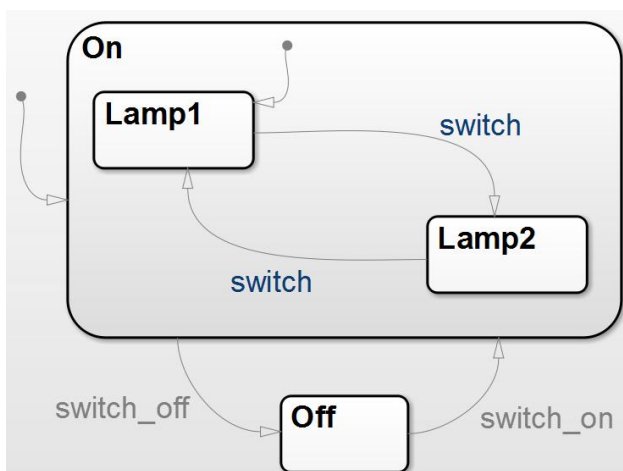

Abbildung 45: Default Transition ohne Label
Ist eine Hierarchieebene als Exclusive (OR) definiert, stellt sich für Stateflow die Frage, *welcher* der beinhalteten States **als erstes aktiv** ist. Dieser Sachverhalt wird deutlicher bei Betrachtung von Abbildung 45. Im State „On“ gibt es zwei weitere States „Lamp1“ und „Lamp2“. Mit Hilfe des Events „switch“ lässt sich zwischen den beiden Zuständen wechseln. Hierfür muss Stateflow jedoch wissen, in welchem der beiden States es sich **am Anfang der Simulation** befindet. Diese Aufgabe übernimmt die Default transition, die grafisch als Pfeil mit einem ausgefüllten Punkt erscheint.
Die Default transition wird immer dann aktiv, wenn ihr Superstate, also die **übergeordnete Hierarchieebene** aufgerufen wird. In Abbildung 45 gibt es zwei Default transitions. Die erste Default transition zeigt auf den State „On“ und befindet sich hiermit in der **höchsten Hierarchieebene**. Dies bedeutet sie wird nur **ein einziges Mal beim Start der Simulation** aufgerufen. Danach ist auf dieser Ebene immer entweder „On“ oder „Off“ aktiv. Dadurch ist der **Zustand dieser Ebene eindeutig definiert**. Die zweite Default transition befindet sich **innerhalb des States „On“**. Sie wirkt daher immer dann, **wenn dieser State aktiv** wird.